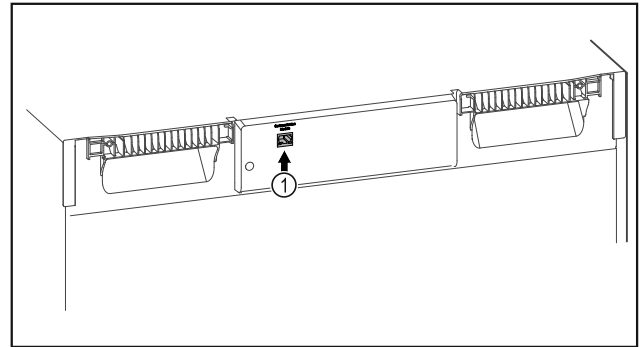

Fig. 154
- A SmartModule Fig. 154 (1) be van helyezve.